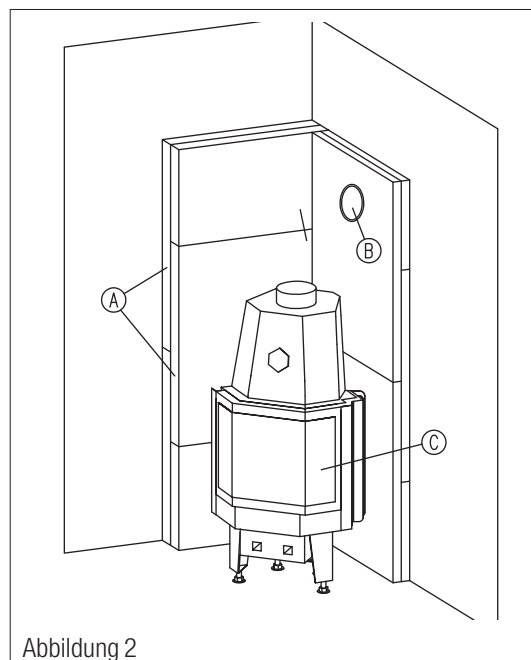

Abbildung 2
4.3 Richten Sie die Radiante jetzt auf und stellen Sie diese an die vorgesehene Position. Prüfen Sie mit einer Wasserwaage, ob die Feuerraumtüre des Heizeinsatzes senkrecht steht. (**Abb. 2**)